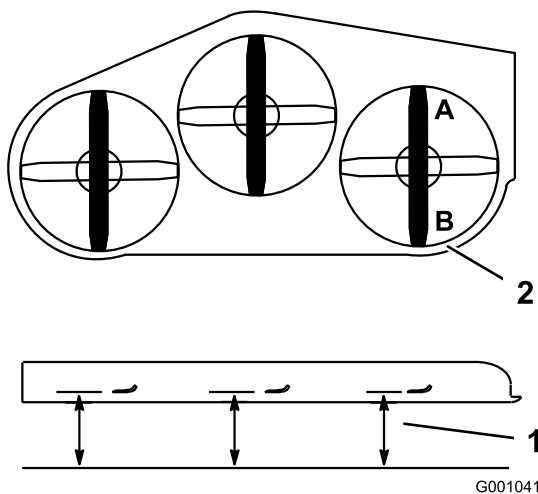

Figure 106
1. Tournez la lame **droite** dans le sens longitudinal (Figure 106).
2. Mesurez la distance au point **A** entre la surface plane et le tranchant de la pointe de la lame droite (Figure 106).
4. Mesurez la distance au point **B** entre la surface plane et le tranchant de la pointe de la lame droite (Figure 106).
6. La lame doit être plus basse de 6 à 10 mm au point **A** qu'au point **B** (Figure 106). Si ce n'est pas le cas, passez aux opérations suivantes.